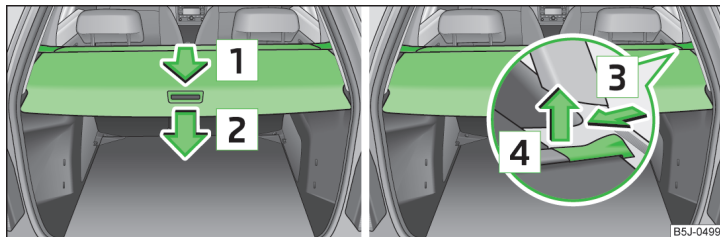

Abb. 66 Gepäckraum: aufrollbare Gepäckraumabdeckung / aufrollbare Gepäckraumabdeckung ausbauen
- Die aufrollbare Gepäckraumabdeckung in Pfeilrichtung **1** » Abb. 66 bis zum Anschlag in die gesicherte Stellung ziehen.